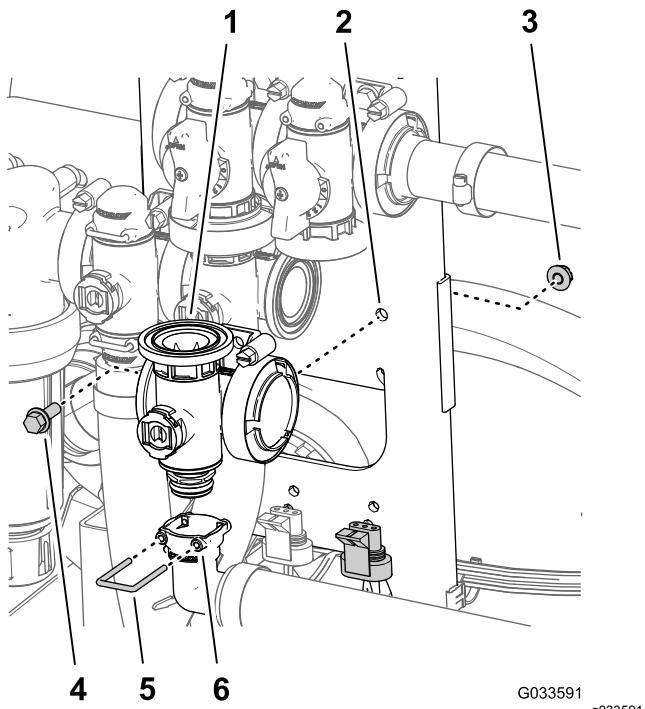

Figura 115
5. Allineate la presa del raccordo di uscita a 90° sul raccordo del connettore nella parte inferiore del collettore per la valvola principale delle barre (Figura 115).
6. Fissate il raccordo del connettore del raccordo di uscita inserendo un fermo nella presa del raccordo di uscita (Figura 115).